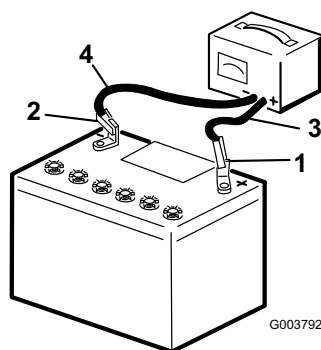

Figure 4
6. Ne remettez pas les bouchons d'aération, connectez un chargeur à la batterie (Figure 4) et chargez-la au régime de 4 ampères ou moins pendant 4 heures (12 volts). Ne chargez pas la batterie excessivement.
7. Quand la batterie est chargée au maximum, débranchez le chargeur de la prise, puis débranchez les fils du chargeur des bornes de la batterie (Figure 4).